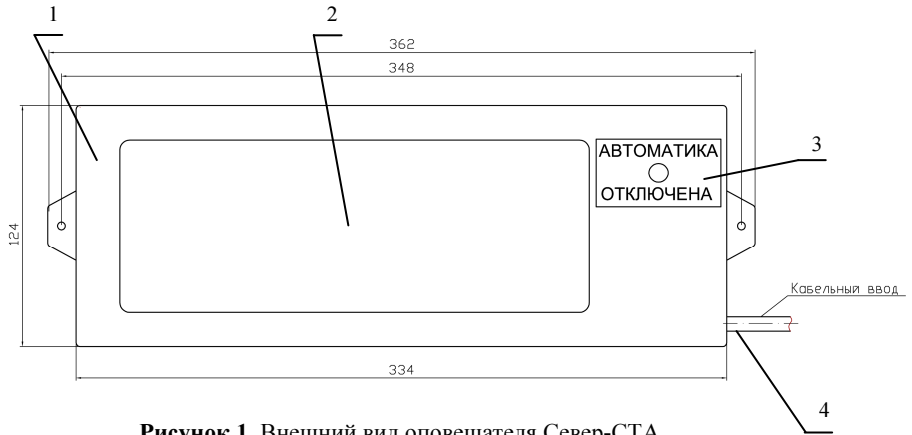

Рисунок 1. Внешний вид оповещателя Север-СТА.
- 6.3 Оповещатель (рисунок 1 приложения) крепится к вертикальной плоскости за корпус (1) через отверстия 4 мм.